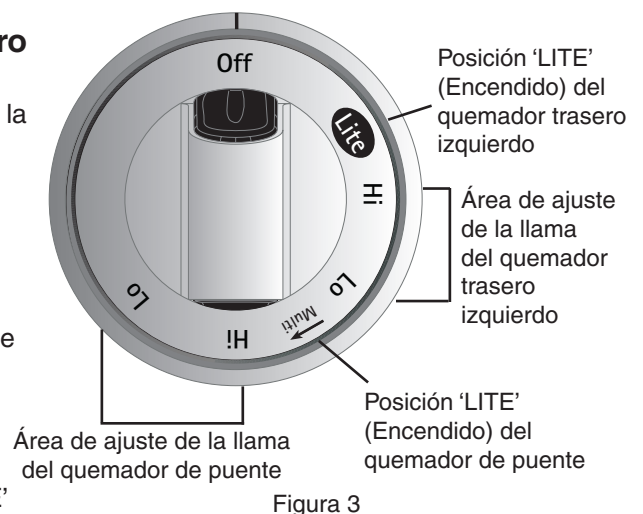

Figura 3
4. Verifique visualmente que el quemador trasero izquierdo se haya encendido. Ajuste el tamaño de la llama girando la perilla de control entre el **primer ajuste 'HI' (Alto) y 'LO' (Bajo)** (vea la Figura 3). **NO** cocine con la perilla de control en la posición 'LITE' (Encender) (el encendedor electrónico seguirá emitiendo chispas si se deja la perilla en esta posición).